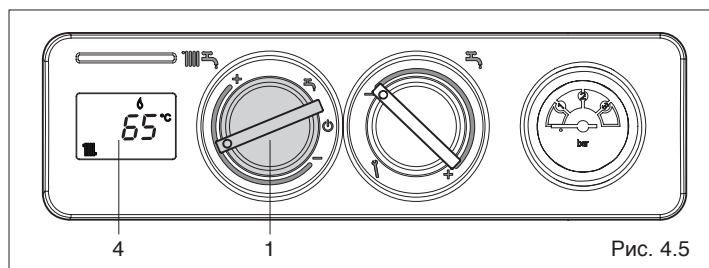
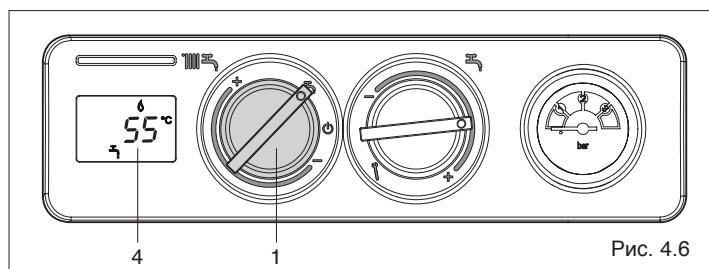

Рис. 4.5
Рис. 4.6
- **Режим «Зима»:** установите переключатель режимов работы (1, Рис. 4.5) внутри зоны, обозначенной знаками + и - если вы хотите, чтобы котёл работал на отопление и на ГВС. Приоритет будет у функции ГВС. При запросе горячей воды на дисплее (4, Рис. 4.5) отобразится температура воды в бойлере, значок работы в режиме ГВС и значок пламени. При запросе тепла для отопления котёл включится, на дисплее (4, Рис. 4.6) отобразится температура воды в котле,
- **Режим «Лето»:** при повороте переключателя на символ (1, Рис. 4.6) включится летний режим работы котла (только ГВС). Котёл будет находиться в режиме ожидания до тех пор, пока не поступит запрос на нагрев воды в бойлере, тогда горелка разожжётся, а на дисплее (4, Рис. 4.6) отобразится температура воды в бойлере, значок работы в режиме ГВС и значок пламени. Котёл будет работать до тех пор, пока не будет достигнута заданная температура в бойлере. После этого он снова перейдёт в режим ожидания "stand-by".